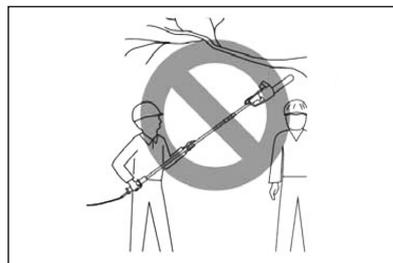

Fig. 26
- > Ne laissez personne s'approcher de la partie coupante de l'appareil. Les autres personnes doivent être maintenues à distance de la zone de travail. La distance de sécurité est de 10 m minimum (fig. 26).